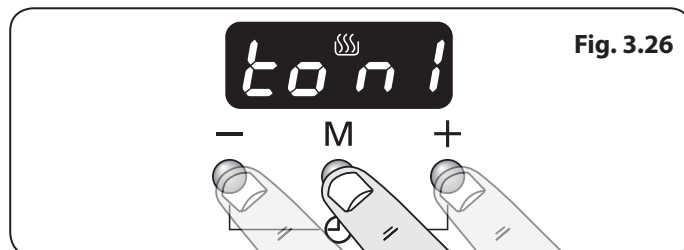

Fig. 3.26
- Appuyer simultanément sur les boutons [+] et [-], puis sur le bouton mode [M]. L'écran indiquera « ton 1, 2 ou 3 » (Fig. 3.26).